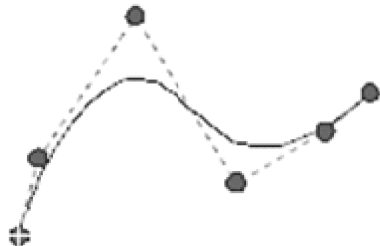

图 2-5 控制点来绘制样条曲线
- 控制点：通过指定控制点来绘制样条曲线，如图 2-5 所示。